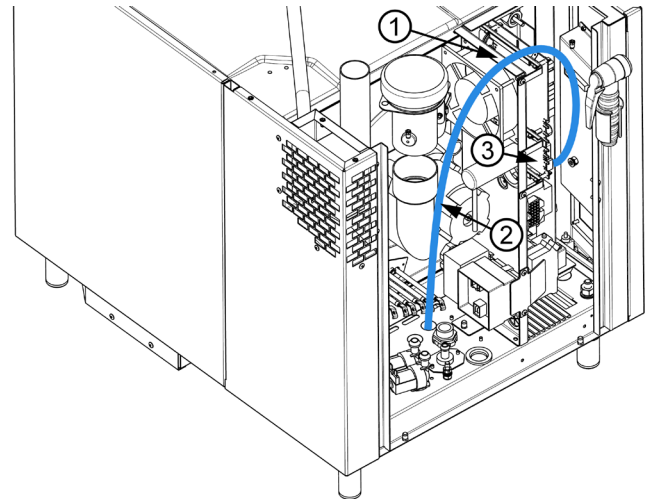

Figure 16 : Parcours du câble UTP à l'intérieur de l'appareil 623
Faites courir le câble UTP (2) sur le bord supérieur du tableau électrique (1) et vers le bas jusqu'au panneau de relais (3), voir fig. 16.